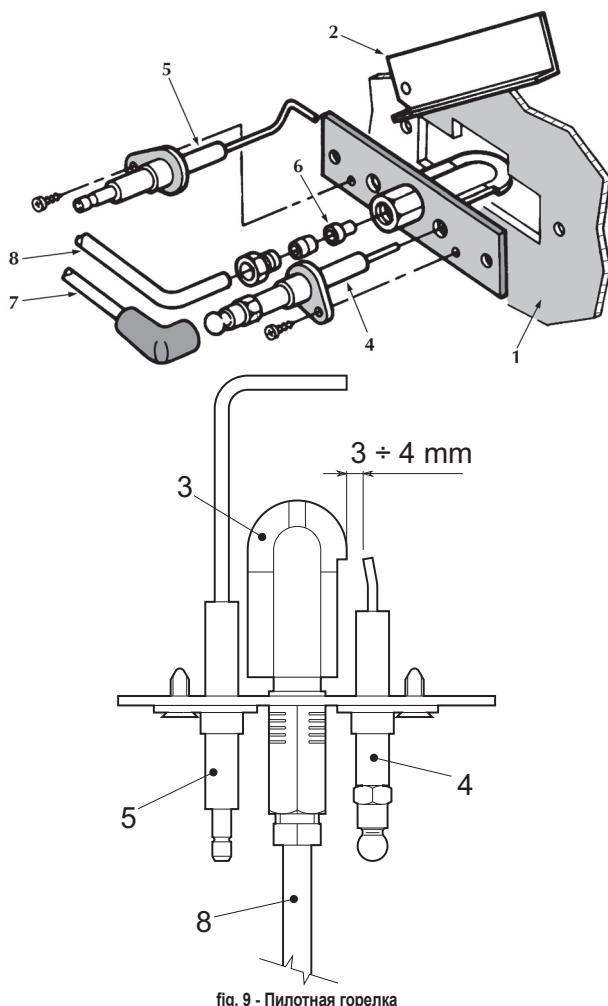

fig. 9 - Пилотная горелка
- Электроды не должны иметь накипи и быть правильно установленными (см. рис. 9).